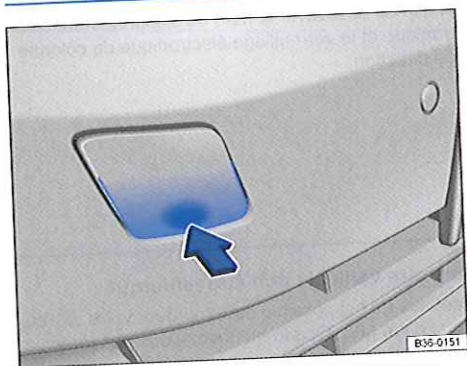

Fig. 281 Dans le pare-chocs avant, côté droit : dépose du cache.
Le logement prévu pour l'œillet de remorquage à visser se trouve dans le pare-chocs avant côté droit, derrière un cache → **fig. 281**.
- Appuyez sur la zone inférieure du cache → **fig. 281** (flèche) pour défaire le crantage du cache.
- Vissez l'œillet de remorquage aussi fermement que possible dans son logement en le tournant **dans le sens inverse des aiguilles d'une montre** → ①. Utilisez un objet approprié permettant de visser complètement et fermement l'œillet de remorquage dans la fixation.